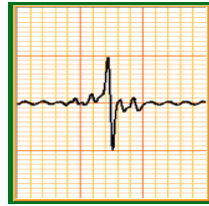

図 3.5 対比試験片のデータ転送
- ii) 図 3.5 は、対比試験片のデータ転送例を示したものである。